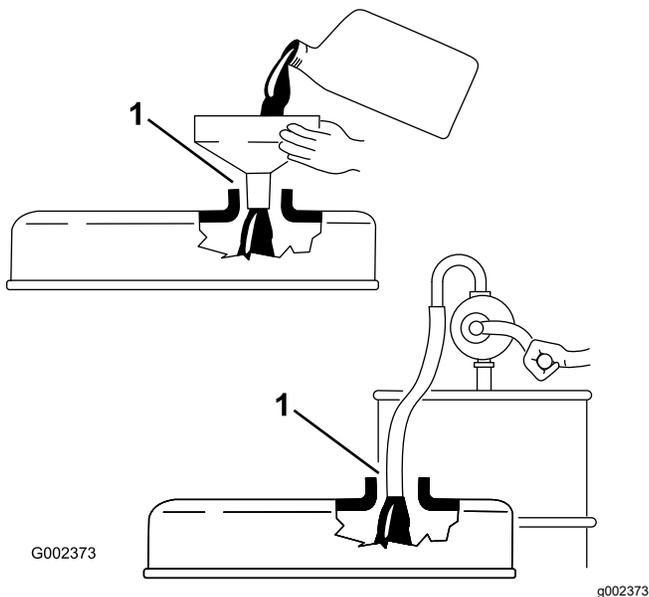

Figura 27
**Importante:** Retire a vareta quando atesta o motor com óleo. Quando adicionar óleo do motor ou óleo de enchimento, *tem de haver uma folga entre o dispositivo de enchimento do óleo e o orifício de enchimento do óleo na cobertura da válvula, como se mostra na Figura 27.* Esta folga é necessária para permitir a ventilação durante o enchimento, o que evita que o óleo passe para o respiro.